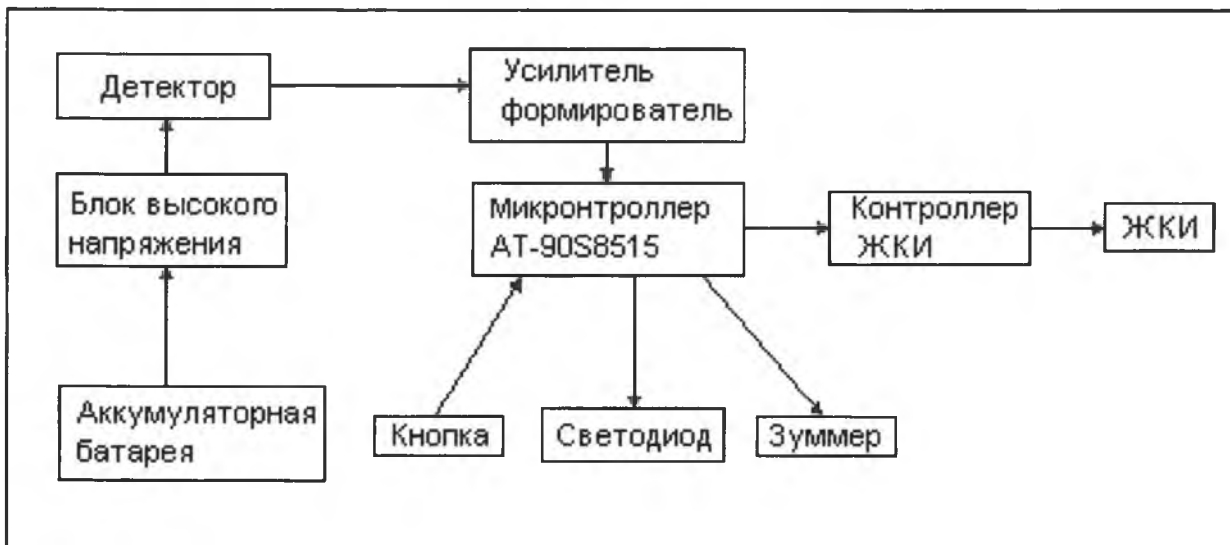

Рис.1. Структурная схема дозиметра ДИН-01.
5.13. Структурная схема дозиметра представлена на рис.1.